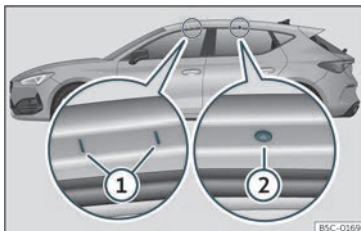

Fig. 135 Puntos de fixación das barras lonxitudinais para o portaequipaxes do teito (Leon).
Os puntos de fixación dianteiros e traseiros ① e ② só se poden ver coas portas abertas >>> **fig. 135**.